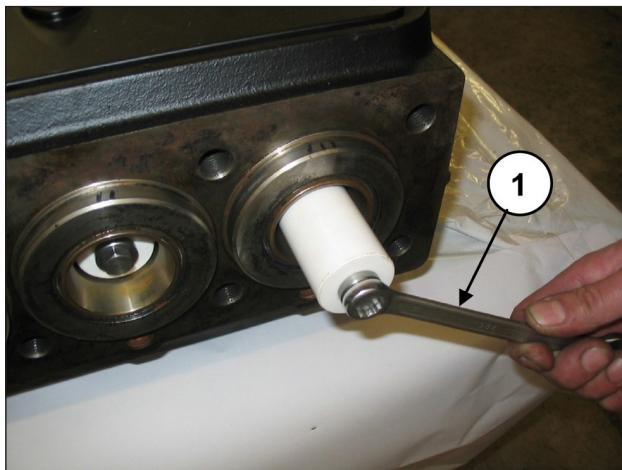

Abb. 111
Demontieren Sie die Kolben durch Abdrehen der Befestigungsschrauben (Pos. ①, Abb. 111). Streifen Sie den Kolben aus dem Dichtungshalter und überprüfen Sie die Kolbenoberfläche auf etwaige Kratzer, Verschleiß- oder Kavitationsanzeichen